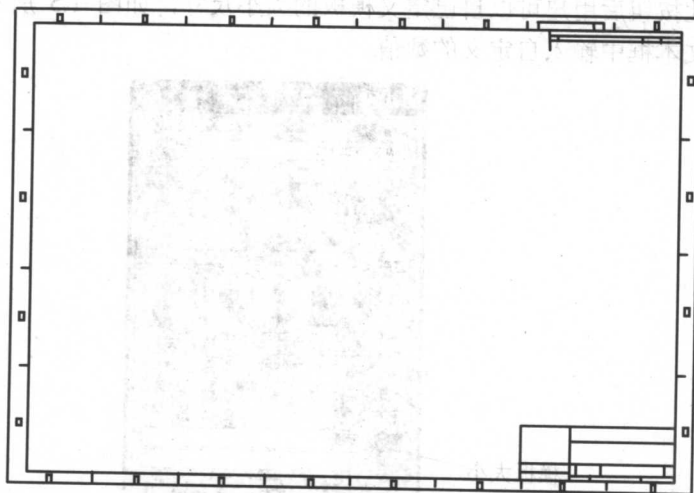

图 1.7 空白图框
(5) 当用户在【指定模板】中选择格式为空并在【打开】对话框中选择一类模板框架后，在指定零件文件后单击【确定】按钮，在工作区即可出现如图 1.7 所示的空白图框。这时用户就可以向空白图框中添加一般视图及投影视图等。